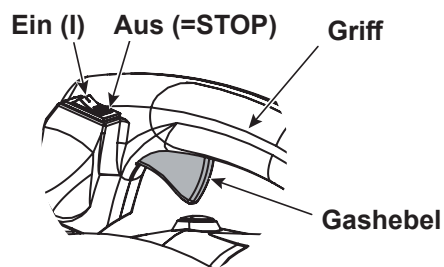

Abb. 5
Hinweis: Sie müssen das Gerät nicht einschalten. Der Ein-/Aus-Schalter ist immer auf EIN (I) gestellt (Abb. 5).
2. Halten Sie den Ein-/Aus-Schalter in der AUS-Position (STOPP) gedrückt, bis der Motor komplett zum Stillstand kommt (Abb. 5).